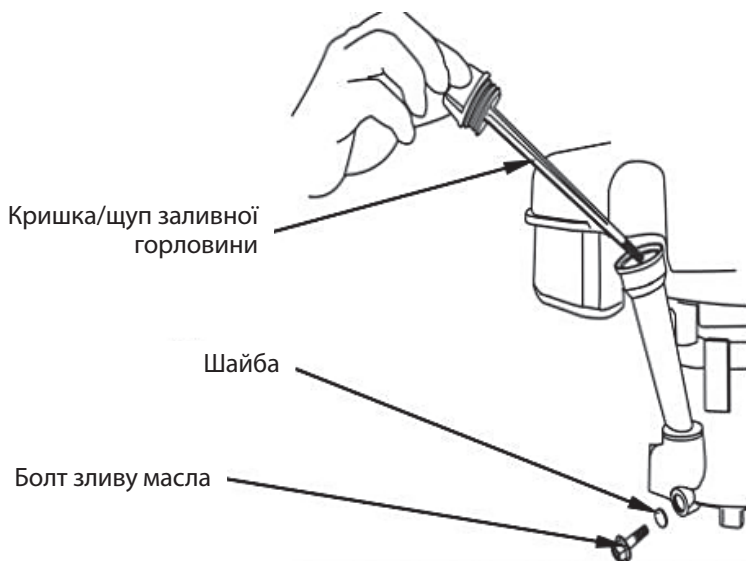

Рисунок 13
11.3. Під час заміни масла виконуйте наступні кроки (див. Рисунок 13):